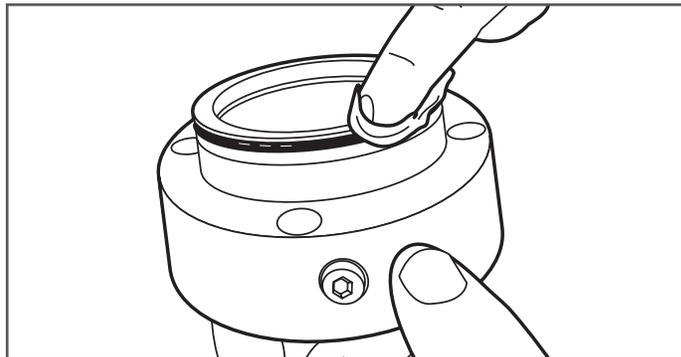

Figura 9-9
9. Reinstale la junta tórica externa. Aplique una cantidad generosa de grasa limpia para rodamientos o grasa al litio a la junta tórica externa. (Figura 9-9)